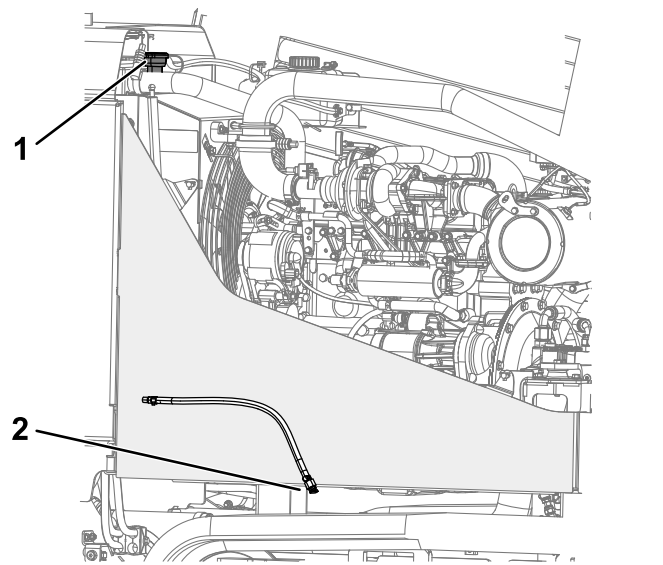

Bild 106
5. Stellen Sie eine Auffangwanne unter die Ablassschraube (Bild 106).
8. Schließen Sie die Ablassschraube (Bild 106).
- C. Schließen Sie die Ablassschraube (Bild 106).
- H. Schließen Sie die Ablassschraube (Bild 106).